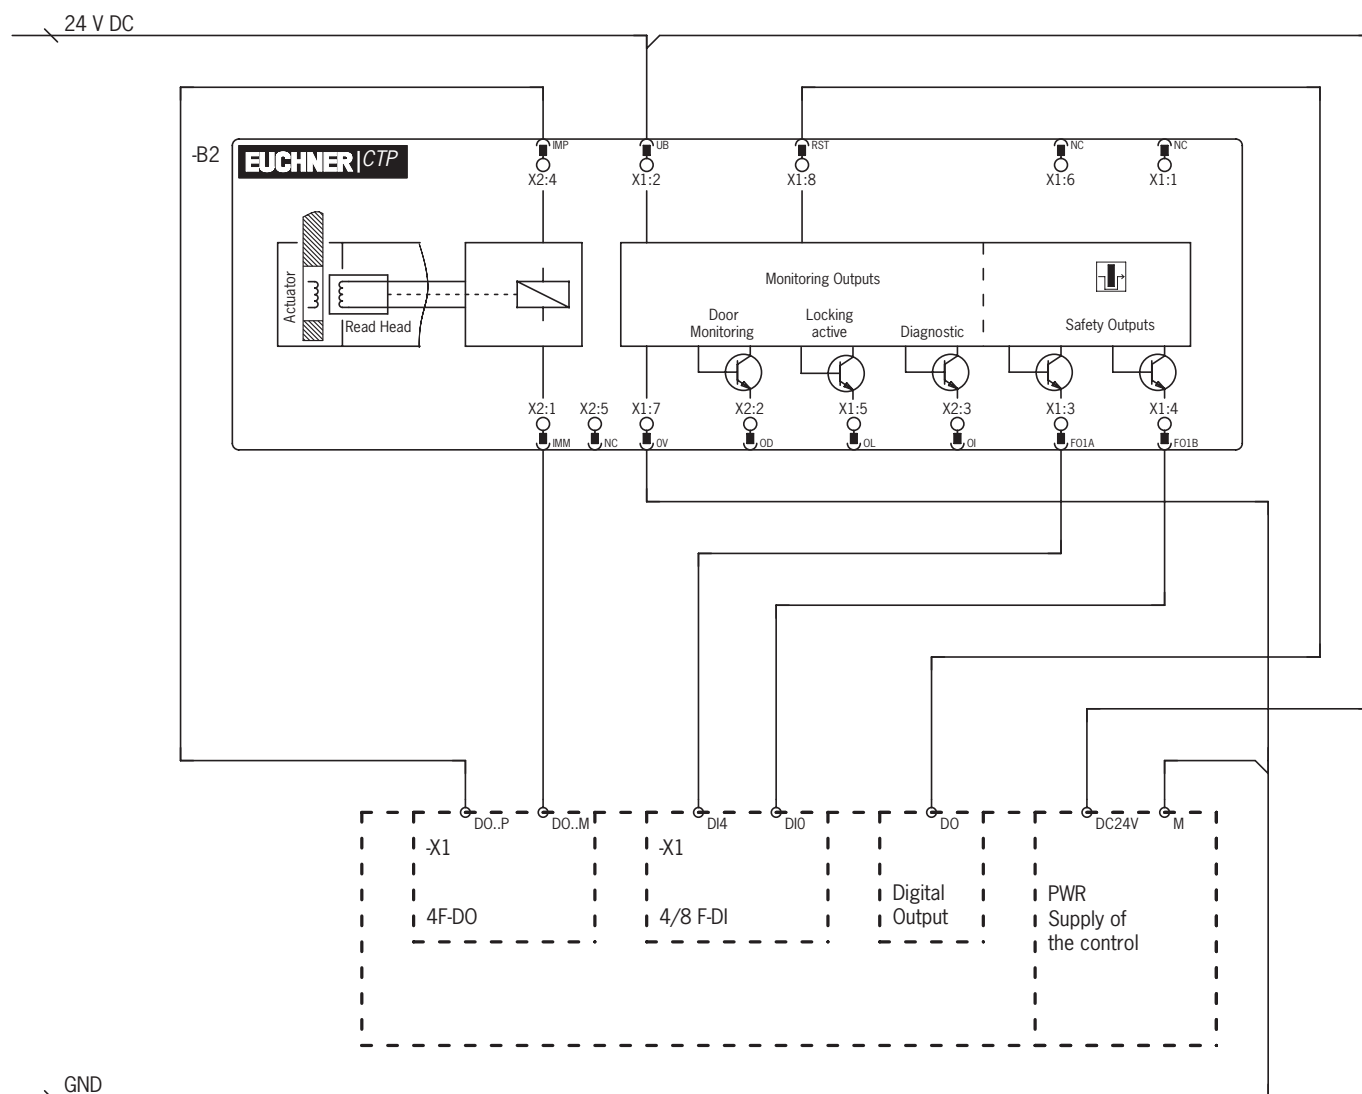

Figura 4: Esempio per il collegamento su ET200
- Con il comando a due canali della tensione del magnete attraverso le uscite sicure di un sistema di controllo, tener conto dei seguenti punti (vedi anche la *Figura 4 a pagina 20*):